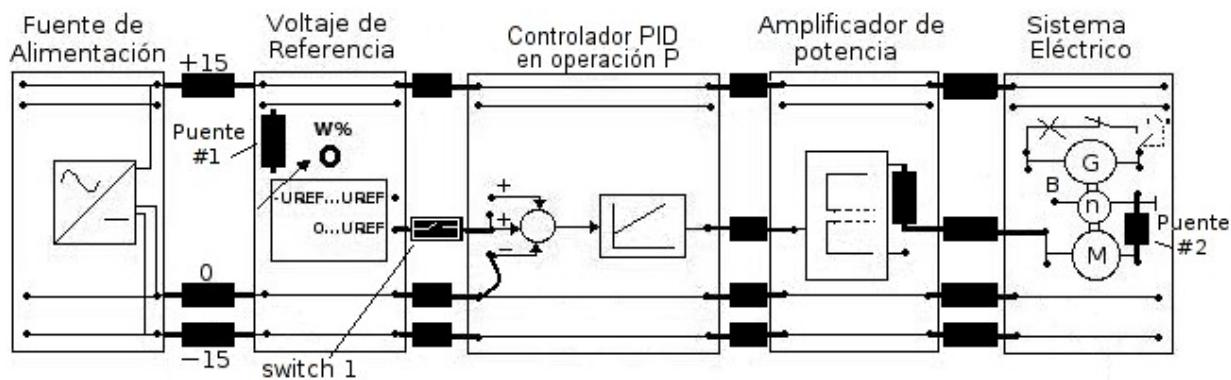

Figura 2.4. Sistema Eléctrico en lazo abierto.
28. Para esta parte armará el sistema que se muestra en la Figura 2.4 y para adquirir las gráficas utilizará el osciloscopio DSO1052B, revise que los materiales y equipos indicados se encuentren ya colocados en su puesto de trabajo. En caso contrario, informe de ello al docente de laboratorio.
29. Una vez armado el sistema reduzca al mínimo las perillas tanto del voltaje de referencia (Set point Value) como las del controlador, si está ocupando un controlador PID, debe dejar solamente la operación P, para ello coloque los interruptores de la parte superior (AB(D) y AB(I)) hacia arriba, no olvide conectar el puente #1, puente #2 y switch 1 indicados en la figura.
31. Encienda la fuente de alimentación y conecte el voltímetro (escala de 10VDC) a la salida del transductor de velocidad/voltaje (punto etiquetado como B en la Figura 2.4) y a 0V.